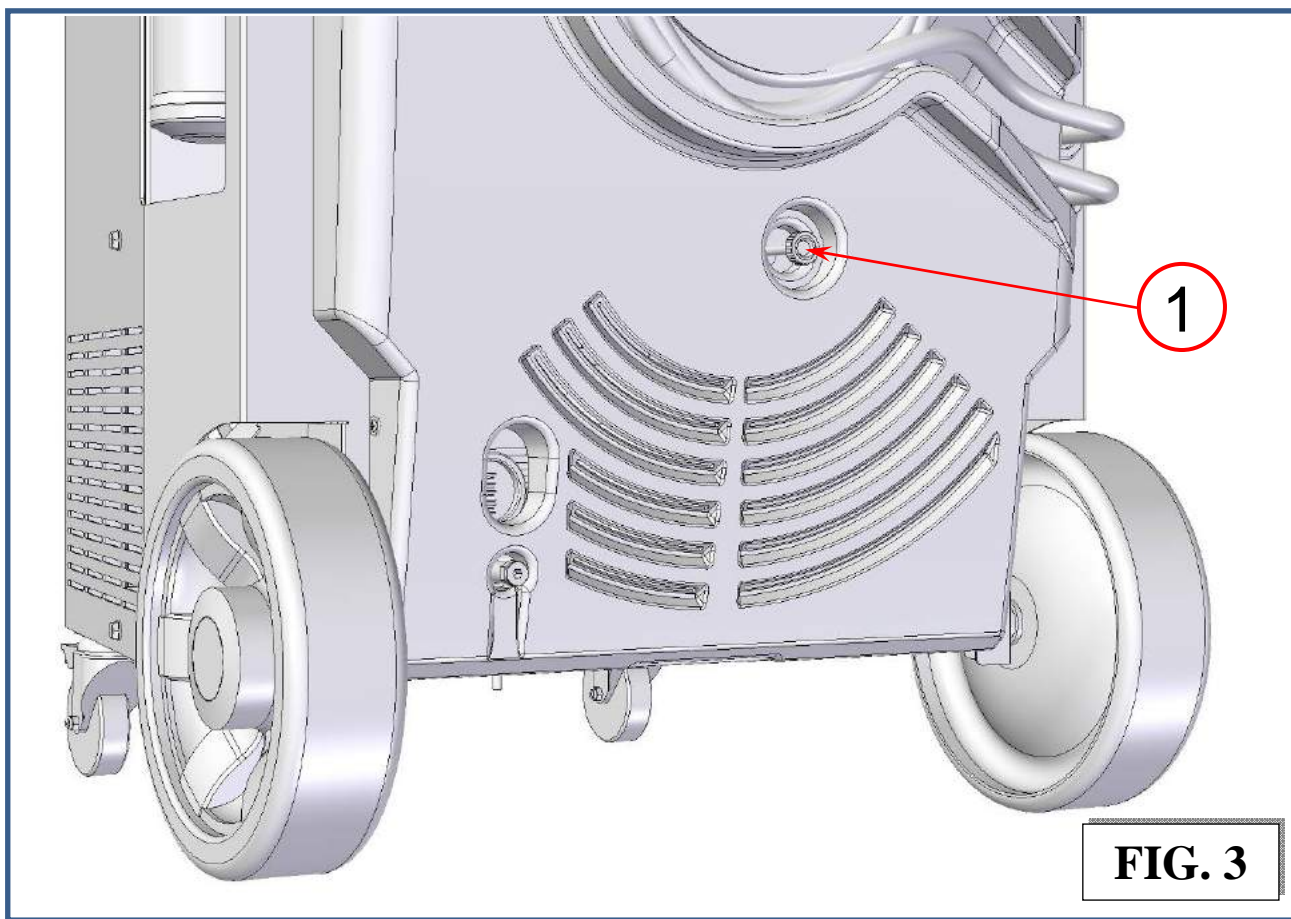

FIG. 3
- Para remover as proteções abaixo da balança do refrigerante (ref.1, Fig.3), desaperte o parafuso até o final.
2. Aperte o parafuso (ref.1, Fig.3) até que o visor indique disponibilidade ZERO.